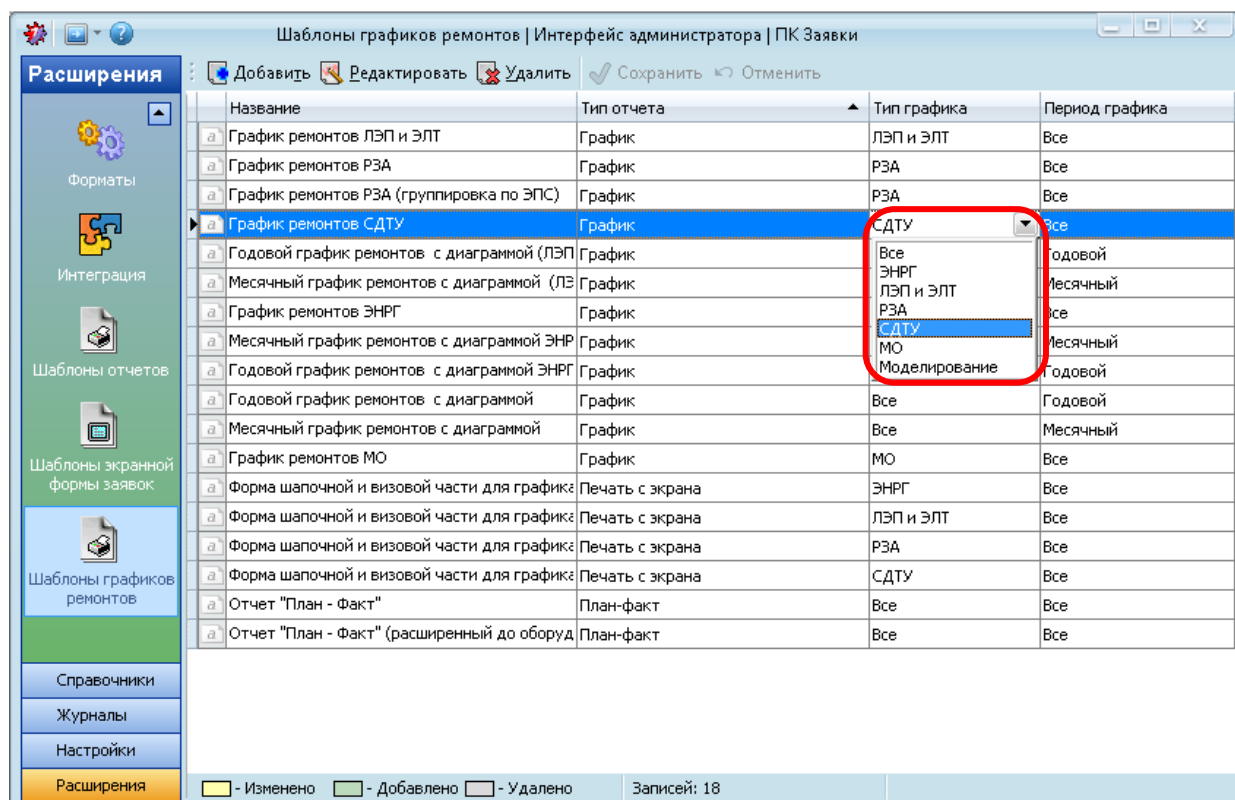

Рисунок 7.26 – Выбор типа графика для шаблона отчета
- в раскрывающемся списке «Тип графика» выбрать пункт «ВСЕ» (для всех типов графиков) или необходимый тип графика («ЭНРГ», «ЛЭП и ЭЛТ», «РЗА», «СДТУ», «Моделирование») (Рисунок 7.26);